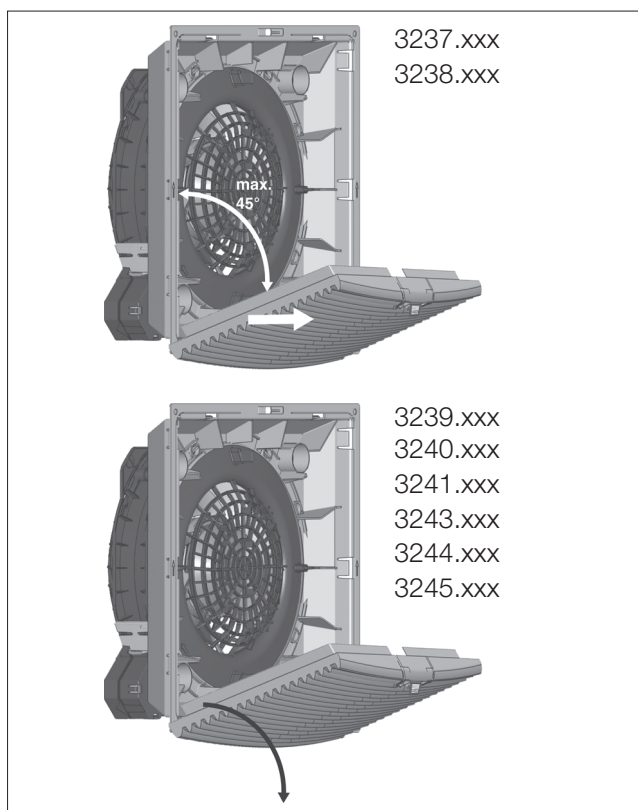

Fig. 2: Staccare la griglia di aerazione
- Per realizzare le forature nella parte inferiore, la griglia deve essere rimossa come indicato nella fig. 2.